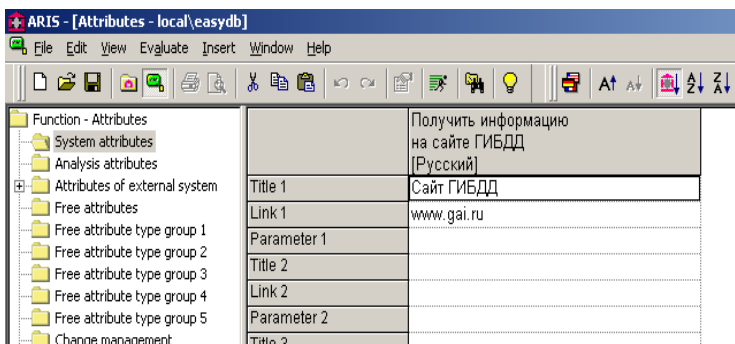

Рис. 16. Окно атрибутов
- Откройте окно атрибутов (рис. 16) функции «Получить информацию на сайте ГИБДД», в контекстном меню этой функции нужно выбрать *Attributes*. Выберите группу атрибутов *System attributes*. В строке *Title 1* введите имя гиперссылки *Сайт ГИБДД*. Имя гиперссылки затем может быть визуализировано на диаграмме.